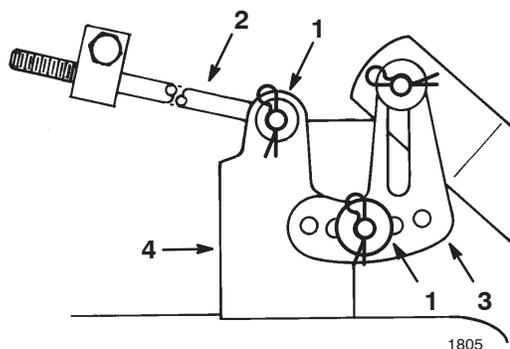

Figure 40
9. Enlevez la goupille fendue et la rondelle de l'extrémité de la longue tige (Fig. 40) et glissez la tige hors du support du plateau.
10. Enlevez la goupille fendue et la rondelle de la patte de mise à niveau du plateau de coupe (Fig. 40). Dégagez la patte de l'axe de montage et remettez la rondelle et la goupille fendue en place pour ne pas les perdre.